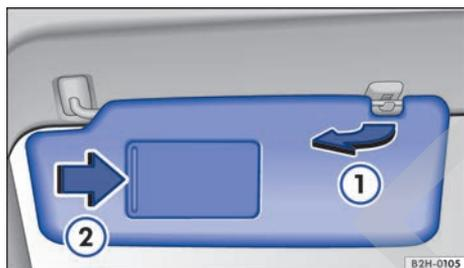

Fig. 73 En el revestimiento interior del techo: parasol.
- Se pueden extraer del soporte y girar hacia las puertas ⇒ fig. 73 ①.